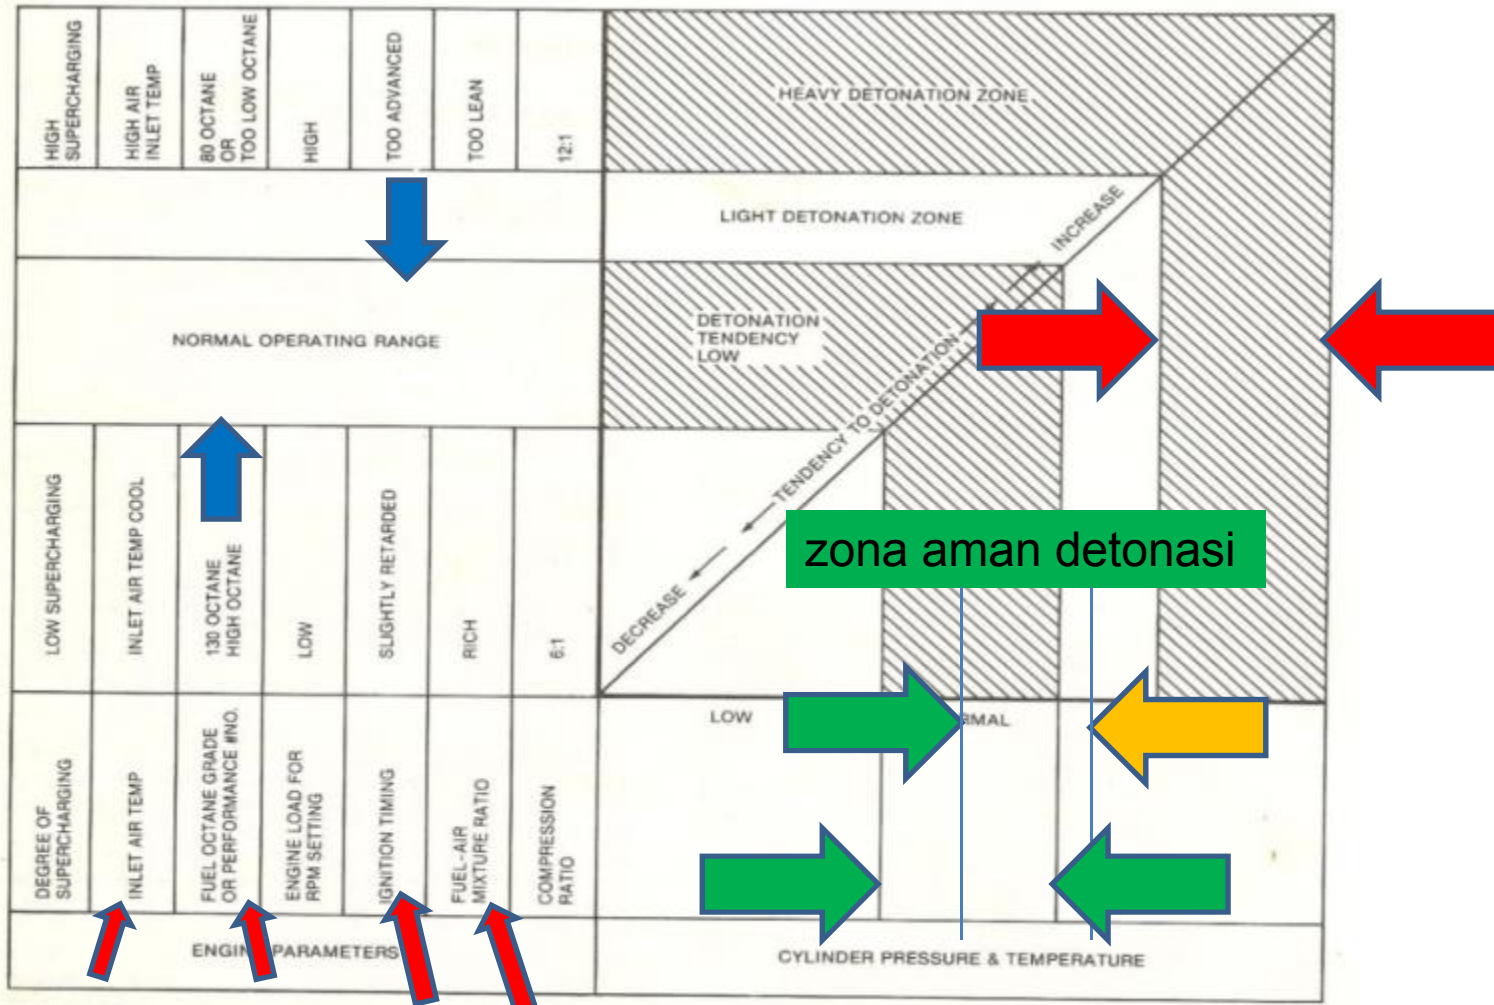

FIG. 3-15 Factors that affect detonation.
- Untuk dapat mengontrol efek dari detonasi maka kita perlu mengetahui apa saja yang menyebabkan detonasi tersebut dengan melihat tabel FIG.3-15 dibawah ini dan mengaturnya dengan ***menambah atau dengan mengurangi parameter*** yang terkait dengan engine yang kita miliki sehingga berada di daerah **“low dan light tendency zone”**